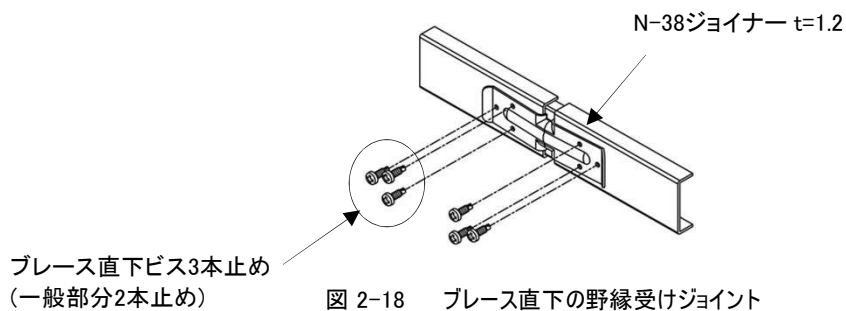

図 2-18 ブレース直下の野縁受けジョイント
- ⑤ ブレース受けチャンネル配置部に野縁受けジョイナーがある場合は先にビスを3本止めにしておく。(図2-18参照)